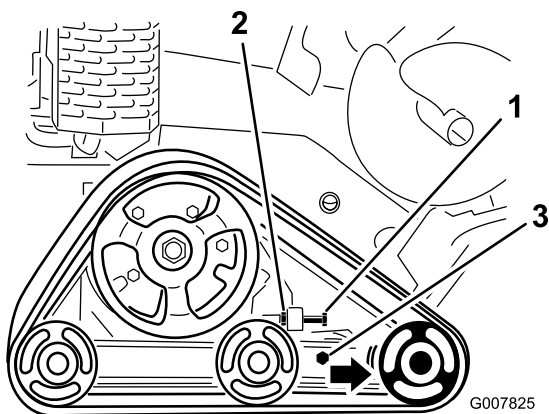

Figura 56
3. Desaperte a porca de bloqueio no parafuso de tensificação da lagarta e os parafusos no braço de tensão (Figura 56).
4. Aperte o parafuso de tensificação para 32,5 a 40 N·m para esticar a lagarta (Figura 56).
4. Abra o parafuso de tensionamento e a porca de bloqueio (Figura 56).
5. Desaperte os parafusos (Figura 56).